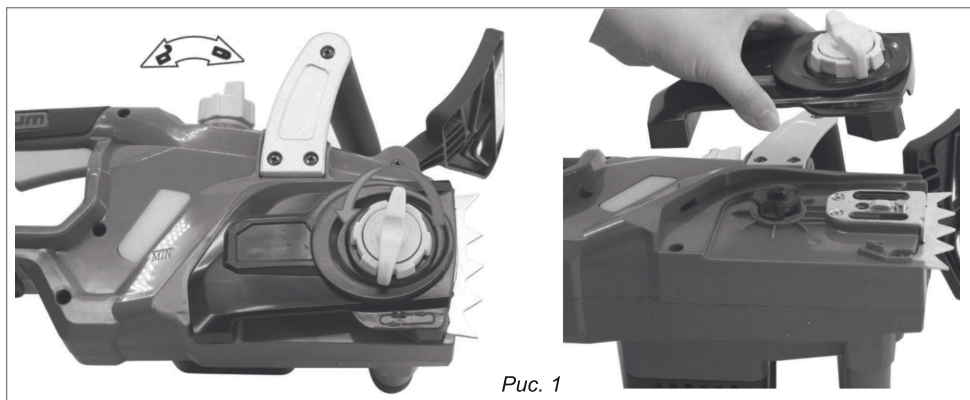

Рис. 1
1. Установите бензопилу на ровную поверхность. Отпустите маховик и снимите крышку цепи (Рис.1).